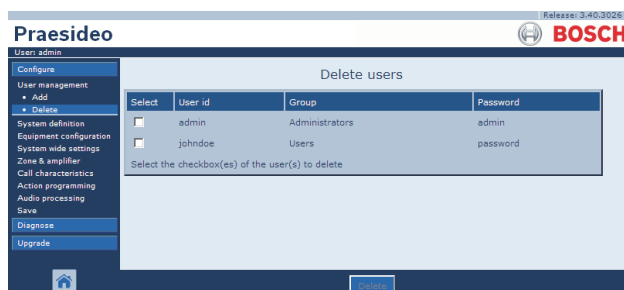

figure 42.5 : Suppression d'un utilisateur, étape 1
- 1 Allez à *Configure > User management > Delete*. Un écran semblable à celui de la figure 42.5 s'affiche dans le cadre principal de l'interface Web.